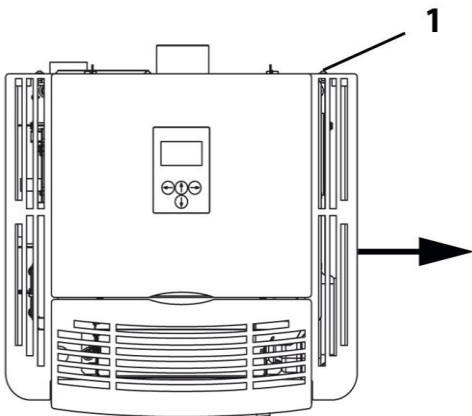

Abbildung 8b: Demontage der Seitenwand
Danach die rechte Seitenwand demontieren. Diese ist hinten mit Schrauben (1) befestigt und im vorderen Bereich mit 3 Steckverbindungen fixiert. Entfernen Sie die Schrauben hinten und ziehen die Seitenwand seitlich ab (siehe Abb. 8b).